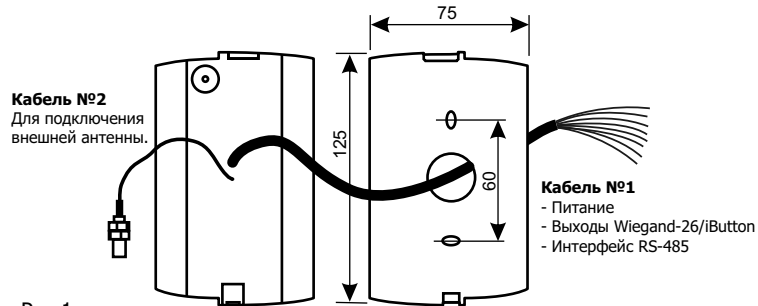

Рис.1
1. Разметьте и просверлите отверстия для крепления под размер отверстий считывателя (см. рис.1).